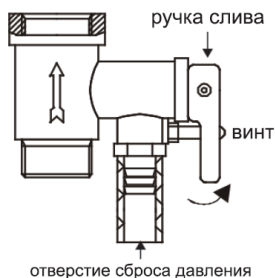

Рисунок 5
4. На входной патрубок, обозначенный голубым цветом и стрелкой направления течения воды, накрутите предохранительный клапан так, чтобы течение воды совпадало с направлением стрелки на корпусе клапана. На отверстие сброса давления предохранительного клапана (см. рисунок 5) оденьте дренажную трубку* для отвода воды (возможно появление при нагревании) в канализацию (трубку необходимо направить строго вниз, запрещено перегибать её).
6. Чтобы слить воду из внутреннего резервуара необходимо, воспользоваться предохранительным клапаном: открутить винт ручки слива предохранительного клапана и перевести ручку слива в верхнее положение, при этом кран выхода горячей воды должен быть открыт, а кран подачи холодной воды в водонагреватель должен быть перекрыт (см. рисунок 5). Из отверстия сброса давления предохранительного клапана потечет вода. Никогда не сливайте воду, если ее температура выше 50°C, т. к. это может привести к ожогам.